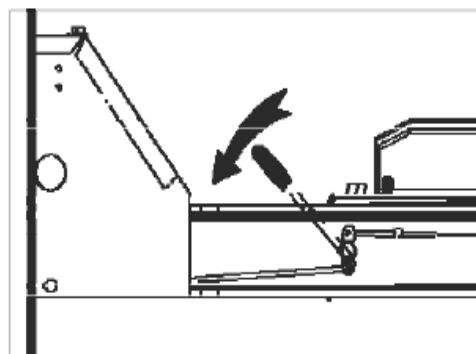

Рис. 54
**РЫЧАГ УПРАВЛЕНИЯ СТОПОРАМИ** (Рис. 54): при нажатии на рычаг все четыре стопора одновременно выходят из зацепления.